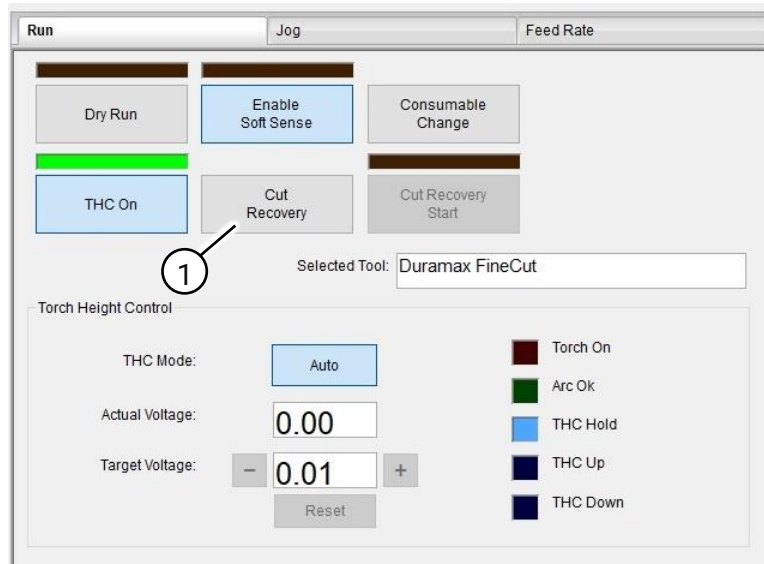

Fig. 82 De knop 'Cut Recovery'
1. Met de knop 'Cut Recovery' (Fig. 82 (1)) kunt u het snijproces hervatten vanaf een bepaald punt. Ga als volgt te werk om u het snijproces te hervatten:
- 1.4 Klik op 'Cut Recovery' (Fig. 82 1)). De snijtoorts wordt automatisch verplaatst naar het dichtstbijzijnde punt op de snijroute.